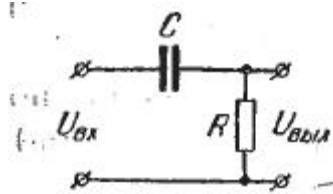

Рис. 3 Схема к задаче 5.
1. Найти передаточную функцию и дифференциальное уравнение пассивной электрической цепи (рис. 3) относительно напряжений u_1 и u_2 .
5. Построить амплитудно-фазовую характеристику цепи RC, представленной на рис. 3. $R = 1$ ком, $C = 10$ мкф.